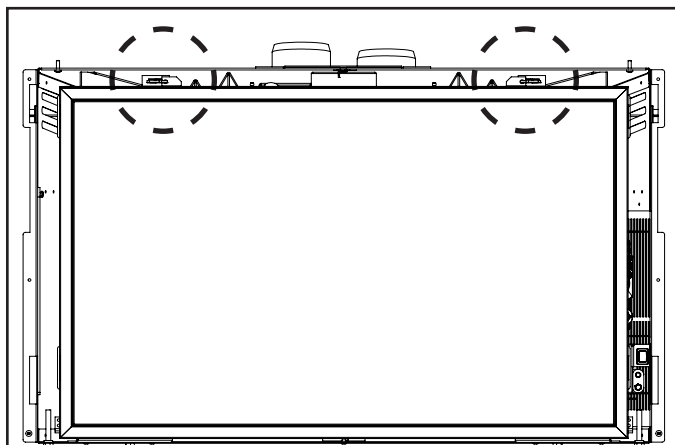
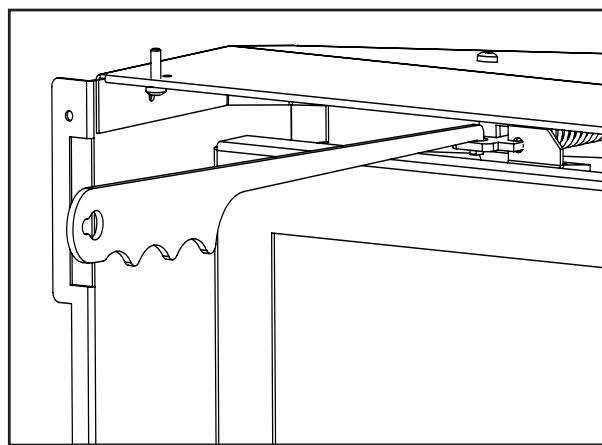
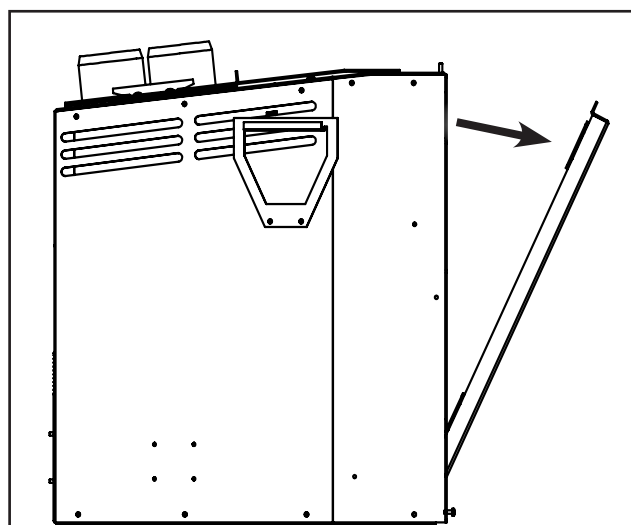

Figure 21: Loquets de porte
Figure 22: loquet de porte
Figure 23: Dépose de la porte
La porte en verre de la foyer est retenue par deux loquets comme illustré à la Figure 21. Dégager les verrous en plaçant l'extrémité de l'outil de porte dans le trou sur le mécanisme de verrouillage de porte (voir la Figure 22) et en tirant le loquet vers l'avant puis sur le côté. Lorsque les deux (2) barres de verrouillage ont été libérés, inclinez le haut de la porte vers l'avant et soulever pour retirer la porte (Figure 23). Pour ré-installer la porte en verre simplement inverser la procédure.